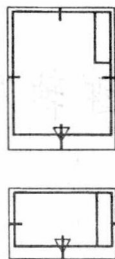
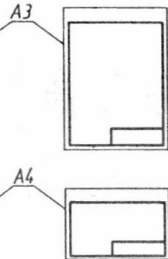

图 1
图 2
2) 如果利用预先已印制的图纸，出现 A4 图纸横放、其他图纸竖放且标题栏位于图纸右上角的情况时(图1)，则必须在图纸的下边对中符号处画一个方向符号，并以此作为看图方向。就是未用预先印制的图纸画图时，其标题栏和装订边的方位也必须采用图1的形式，而不可采用图2的形式(GB/T 4457.1—1984 中的旧标准是允许的)。